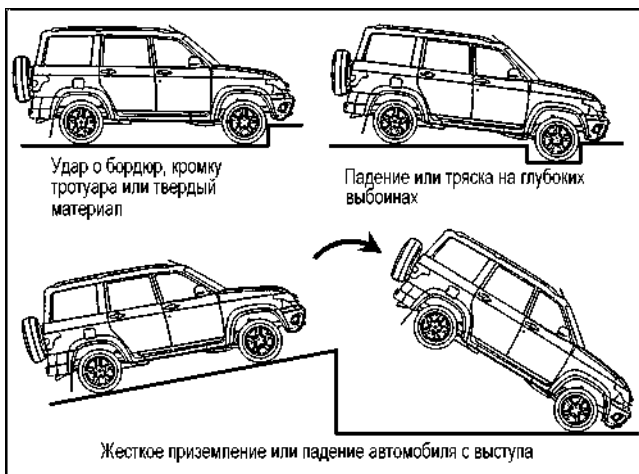

Рис. 3.39. Примеры ситуаций со срабатыванием системы пассивной безопасности водителя и переднего пассажира
- в случае достаточного по силе удара, воздействующего на автомобиль спереди, некоторые примеры показаны на (рис. 3.39).